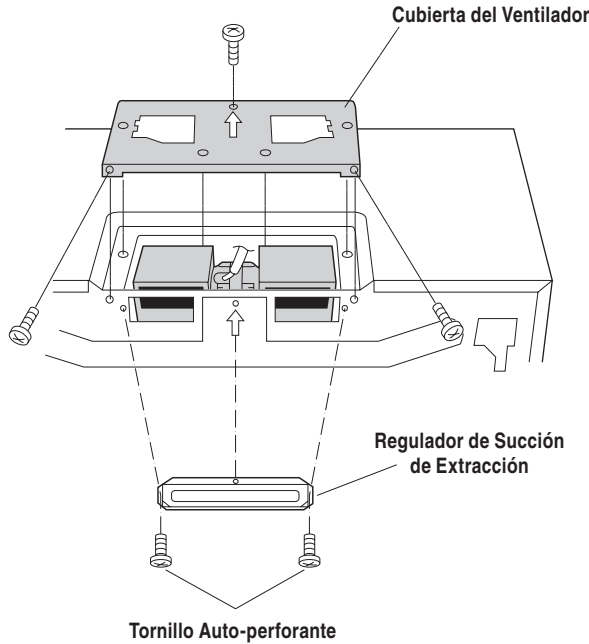

Figura 10
4. Coloque el cable conductor dentro de la Caja de Alambres. Véase la Figura 10.
6. Sujete el Regulador de Succión de Extracción a la parte trasera de la Placa de Montaje deslizándolo dentro de las ranuras. Véase la Figura 10. Utilice dos Tornillo Auto-perforante de 4 x 8 de los HERRAJES DE INSTALACIÓN y apriete para colocar en su sitio.
5. Coloque nuevamente la Cubierta del Ventilador deslizándola dentro de las ranuras en la misma dirección de la flecha indicada sobre la Cubierta del Ventilador. Asegúrese que las aspas del ventilador son visibles a través de las aberturas superiores del horno antes de proceder. Sujete la Cubierta del Ventilador a la unidad mediante los 3 tornillos que se retiraron en el Paso 1 anterior. Véase la Figura 10. La Unidad de Ventilador de la Campana Extractora ahora está girada para operación de escape vertical.